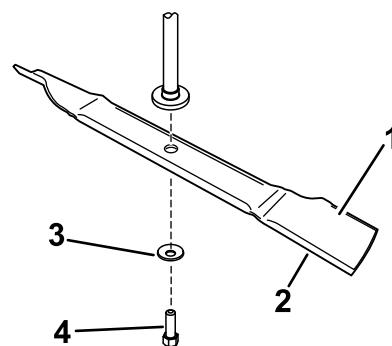

Bild 8
1. Setzen Sie das Messer auf die Spindelwelle (Bild 8).
2. Setzen Sie die Wellenscheibe (Kappenseite zum Messer) und die Messerschraube ein (Bild 8). **Bringen Sie keine Messerverstärkung an.**
Diese Messer benötigen keine Messerverstärkungs-halterung (Bild 8).